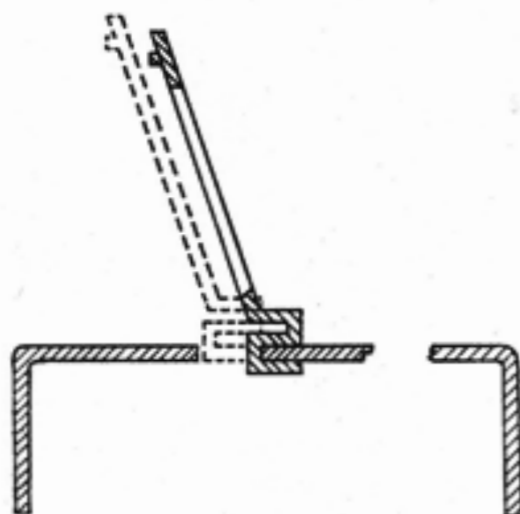
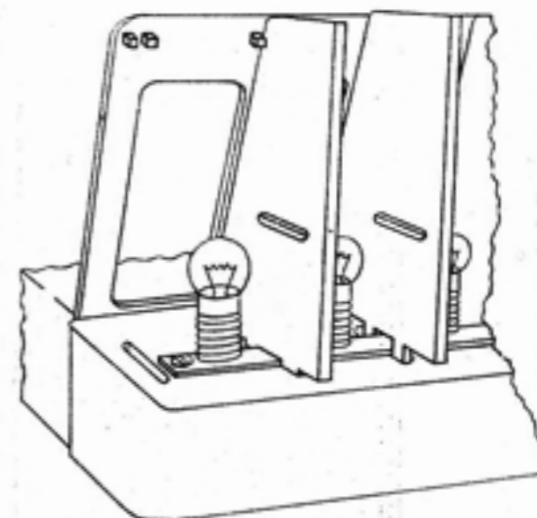

Abb. 8
Abb. 9
Den nächsten Arbeitsschritt leiten wir mit dem Einsetzen der Blende (4) ein (Abb. 8). Die Abbildung zeigt uns, daß wir die beiden unteren Stege der Blende nur so weit durch die Aussparungen im Unterteil stecken dürfen, bis die Blende auf dem Unterteil aufsitzt und bis zum Anschlag in Richtung zur Programmier tafel vorgeschoben werden kann. Vor dem Einbau der dreizehn Rippen (7) betrachten wir uns erst die Abbildung 9. Die Rippen sind so einzusetzen, daß sie in den Schlitten des Unterteiles und zwischen den Zapfen der Blende gehalten werden.